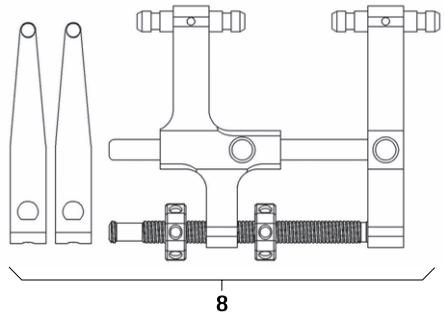

Abb. 13
- ▶ Distraktor 8 mit Distraktionsblättern montieren, siehe Abb. 13.